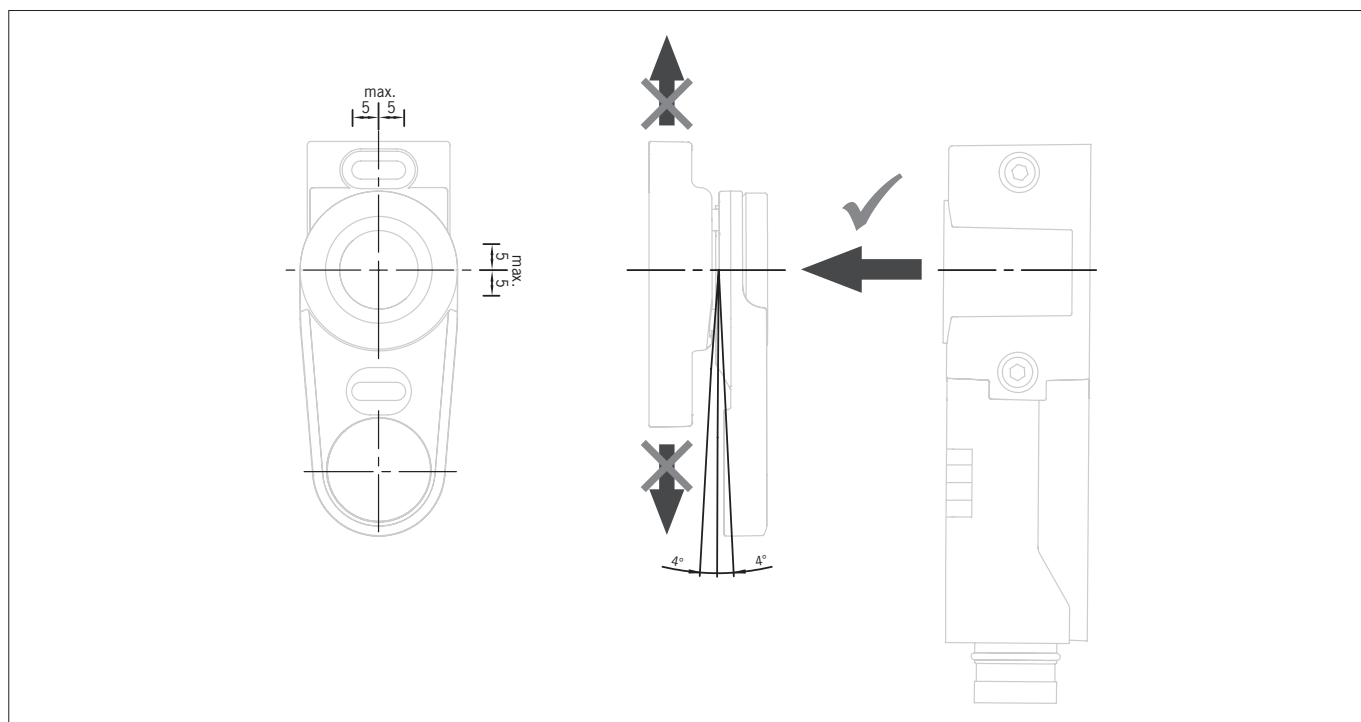

Bild 3: Anfahrichtung, maximaler Mittenversatz und maximale Betätigerauslenkung
- › Beim Öffnen der Schutztür muss der Betätiger frontal vom Schalter weggeführt werden (siehe *Bild 3: Anfahrrichtung, maximaler Mittenversatz und maximale Betätigerauslenkung auf Seite 10*).